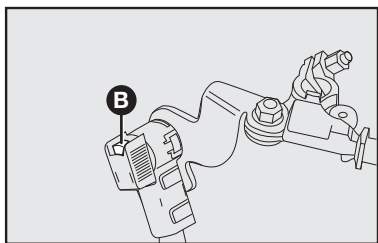

fig. 19
- Pressione o botão de travamento do engate rápido **B-fig. 19** para soltá-lo do falso polo.
O sensor **B-fig. 19** não pode nunca ser desconectado do polo, exceto no caso de substituição da bateria.